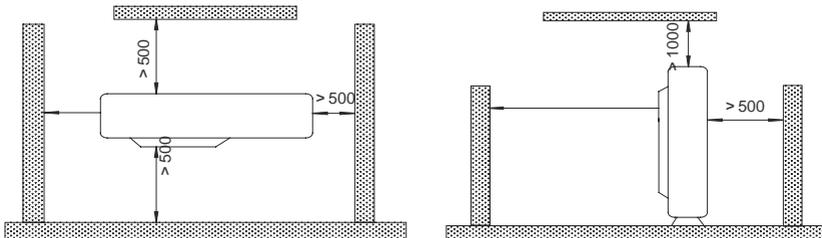

Abb. 3
- (1). Die Außeneinheit an einem Ort ohne Verschmutzung oder Feuchtigkeit wegen des Regens installieren, wenn möglich.
- (2). Die Außeneinheit soll einfach mit der Inneneinheit verbunden werden können.
- (3). Die Außeneinheit an einem Ort installieren, an dem das Kondenswasser problemlos beim Heizmodus auslaufen kann.
- (4). Keine Tiere oder Pflanzen dürfen auf dem Heißluftweg stehen.
- (5). Auf das Gewicht des Klimageräts bei der Installation achten und einen Ort auswählen, an dem am wenigsten Schwingungen und Lärm entstehen.
- (6). Die Außeneinheit an einem Ort installieren, der das Gewicht des Geräts tragen kann und an dem am wenigsten Schwingungen und Lärm entstehen.
- (7). Die Entfernung zur Decke/Wand nach Abb. 3 bestimmen, damit die Luftströmung nicht behindert wird.